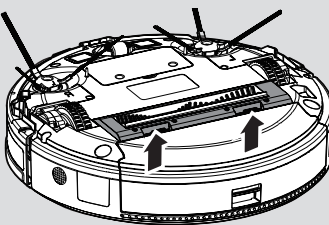

Fig. 18
2. Vuelque el robot. **[Fig. 18]**